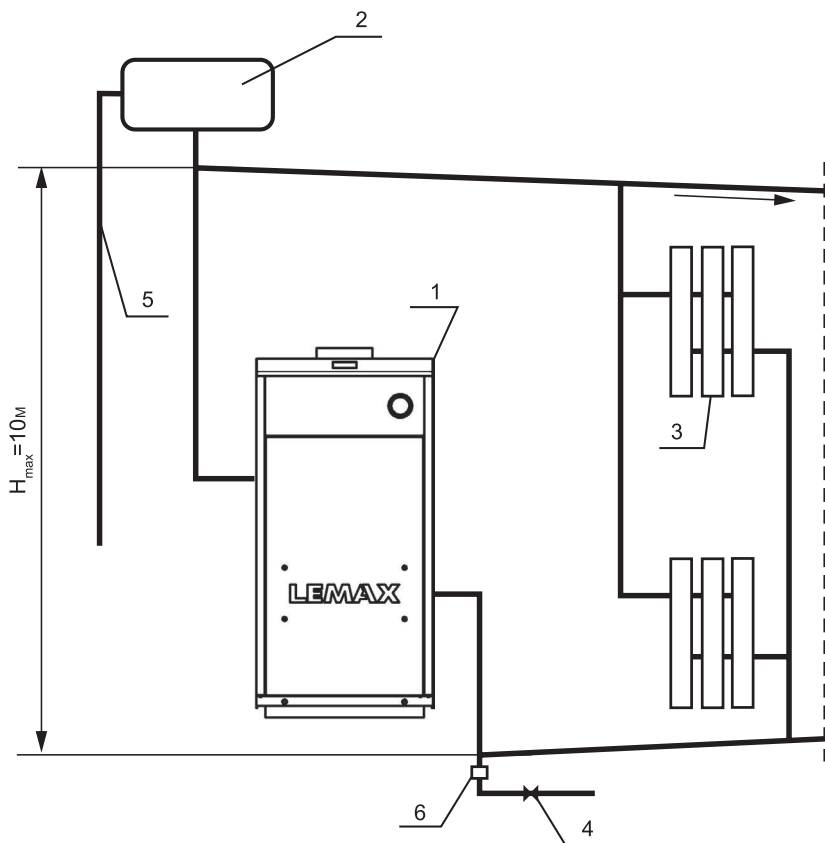

Рис. 2.
- 6.6. Р сширительный б чок уст н влив ется в верхней точке гл вного стояк , жел тельно в от плив емом помещении. З прец ется уст н влив ть вентиль н сигн льной тру-бе (см. рис. 2, 3).